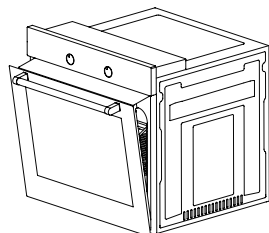

Рис. 17
2. Установите обе проушины экрана в кронштейны, расположенные под панелью управления. Затем прикройте дверцу духового шкафа и зафиксируйте теплозащитный экран между духовкой и внутренней стороной дверцы. (рис. 17)